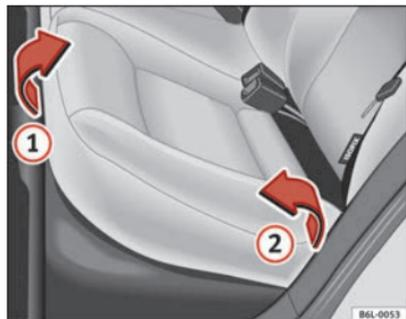
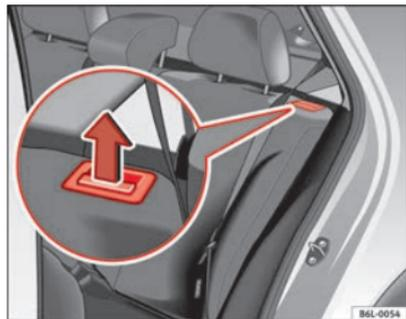

Fig. 77 Levantar el cojín del asiento trasero
Fig. 78 Tecla de desbloqueo del respaldo trasero
- Tire del borde delantero del cojín del asiento ⇒ fig. 77 ① hacia arriba en la dirección de la flecha.
- Levante el cojín ② hacia delante en la dirección de la flecha.
- Tire de la tecla de desbloqueo ⇒ fig. 78 en la dirección de la flecha y abata el respaldo hacia delante.